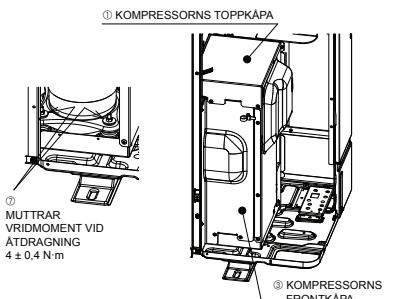

Fig. 4-2
- När kompressorns fasta komponenter har avlägsnats ska du se till att dra åt muttrarna samt sätta tillbaka kompressorns TOPPKÄPA och FRONTKÄPA i deras ursprungliga positioner. (Fig. 4-2)